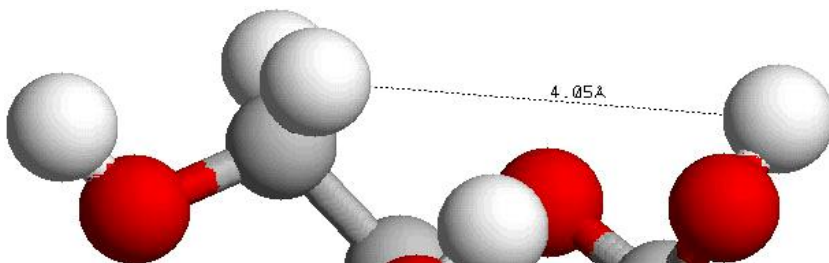

Рис. 6. Расстояние между двумя атомами.
3.10 Определите расстояние между двумя произвольными атомами. Для этого в основном окне программы нужно кликнуть левой кнопкой мыши на пункт меню «Settings», в ниспадающем меню выбрать пункт Pick Distance. Затем кликнете левой кнопкой мыши сначала на одном атоме, а затем на другом. При этом между атомами отобразится линия и численное значение расстояния между данными атомами в ангстремах (см. рис. 6)